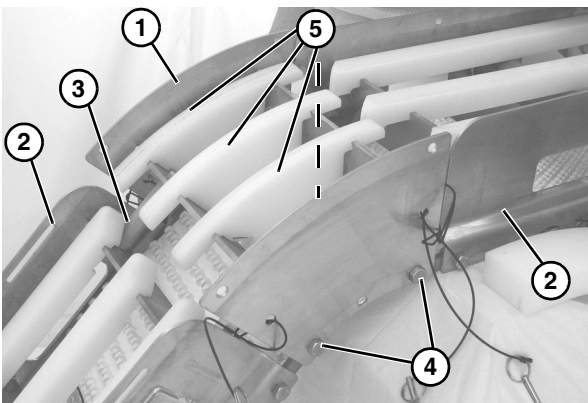

Figure 6
1. Fixez l'articulation supérieure (**Figure 6, item 1**) au cadre (**Figure 6, item 2**) aux tiges hexagonales (**Figure 6, item 3**) et aux boulons (**Figure 6, item 4**).
2. Installez les bandes d'usure (**Figure 6, item 5**).